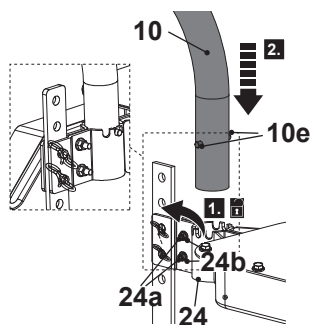

Fig. 4
1. Gire las dos tuercas (24b) en sentido contrario a las agujas del reloj para aflojar los tornillos (24a) usando dos llaves adecuadas, pero no los saque (fig. 4, paso 1).
2. Encaje la parte inferior del manillar (10) en la ranura del soporte del manillar (24) y asegúrese de que los dos pasadores (10e) encajan en su posición (fig. 4, paso 2).
3. Apriete las tuercas (24b) en la rosca de los tornillos (24a) para fijar la posición de la parte inferior del manillar (10).